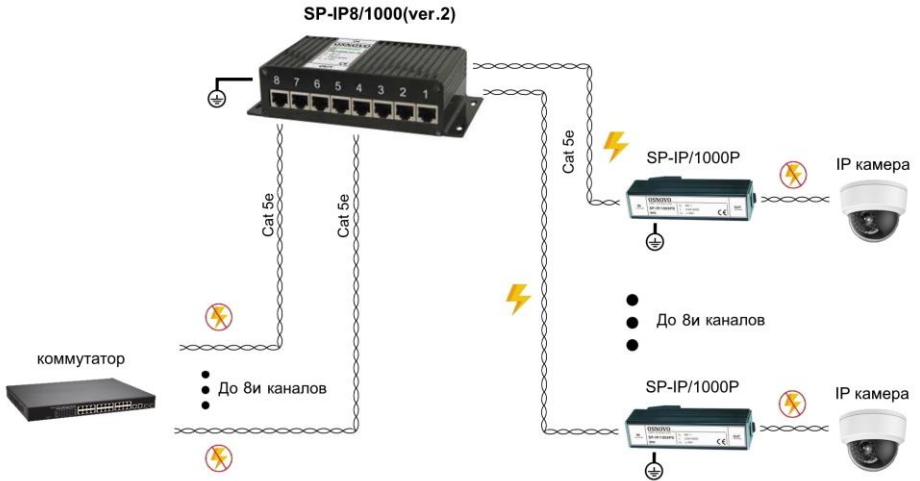

Рис.8 Схема подключения устройства грозозащиты на примере SP-IP8/1000(ver.2).
- Для повышения защищенности оконечных устройств от повреждения рекомендуется использовать грозозащиту с каждого конца линии (Рис.8, Рис.9).